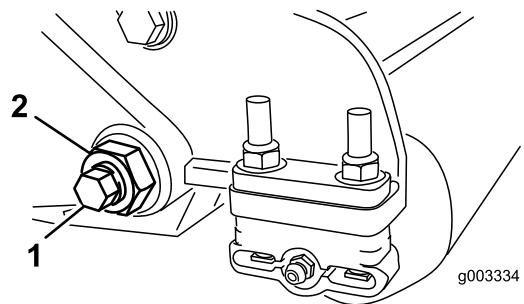
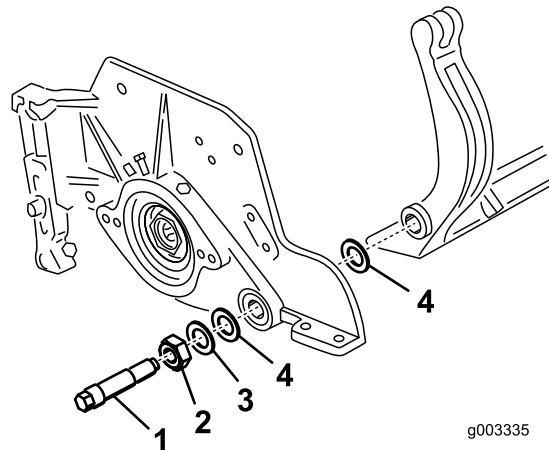

Figura 35
Figura 36
- Su ciascun lato della macchina, allentate il dado di bloccaggio che fissa il bullone della barra di appoggio (Figura 35).
- Togliete ciascun bullone della barra di appoggio consentendo alla barra di appoggio di essere tirata verso il basso e rimossa dal bullone della macchina (Figura 35). Considerate 2 rondelle in nylon e 1 rondella in acciaio stampato su ciascun lato della barra di appoggio (Figura 36).
**Nota:** Una rondella in nylon deve essere posizionata su ciascun lato della flangia di estremità della piastra laterale. Posizionate una rondella in acciaio all'esterno di ciascuna rondella in nylon (Figura 36).